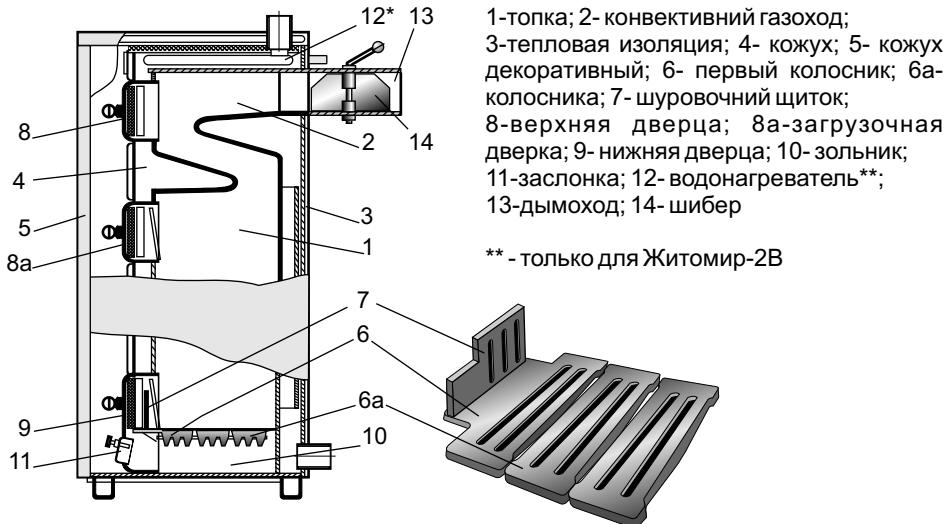

Рис. 4 Котел отопительный водогрейный стальной "Житомир-2", "Житомир-2В" при работе на твердом топливе
- для котлов, которые работают на твердом топливе - лист бумаги необходимо поднять к открытой заслонке (рис.4 поз.11).
Строение котла при работе на твердом топливе существенно не отличается от строения котла при работе на природном газе и изображенная на рис.4. В нижней части корпуса котла при работе на твердом топливе установлена шуровочная дверца (поз. 9) с заслонкой (поз.11), колосники (поз. 6, 6а), шуровочный щиток (поз.7). В дымоходе котла размещенный шибер (поз.14).
а) полностью открыть шибер (поз.14. рис.4) и заслонку (поз.11 рис.4) подачи воздуха под колосники.